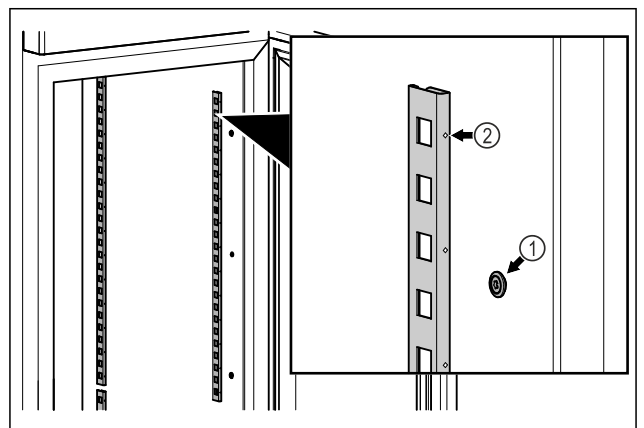

Fig. 15 Eksempelfremstilling
- ▶ Hekt sperrelistene inn i opphenget Fig. 15 (1). Markeringen Fig. 15 (2) må peke fremover.